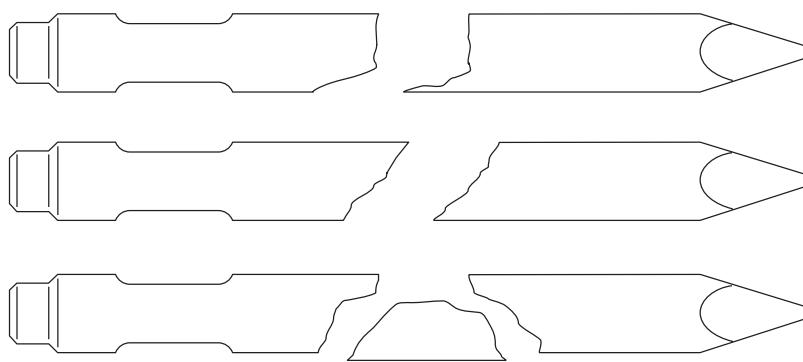
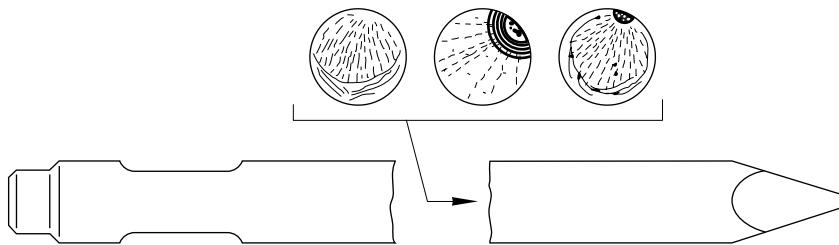
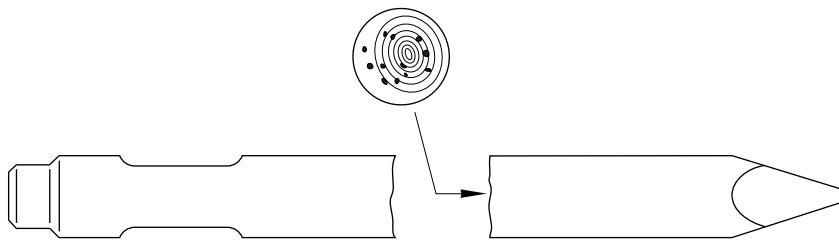

рис. 6
рис. 7
рис. 8
■ Поломка вне хвостовика (рис. 6, 7 и 8)
Поломка изделия вне верхней части пики, как показано на рис. 6, может произойти из-за чрезмерной нагрузки, приложенной к инструменту. Такой изгиб от нагрузки происходит, когда инструмент внедрен в материал и его дергают или толкают, или когда инструмент установлен не перпендикулярно к поверхности разрушающегося материала. Поломка из-за усталости металла (рис.7) развивается в области мест начала поломки, вызванной концентрацией напряжения, следующей из-за чрезмерной нагрузки, и затем быстро распространяется дальше. Такой тип поломки может также произойти из-за задиров инструмента во время использования. Так как поломки, происходящие вне хвостовика, вызваны неправильными рабочими приемами, как объяснено выше, изделия, подвергающиеся таким дефектам, не заменяются по гарантии. Однако если точка начала перелома происходит внутри тела инструмента, как показано на рис. 8, изделия будут заменены по гарантии, так как поломка указывает на дефект материала.